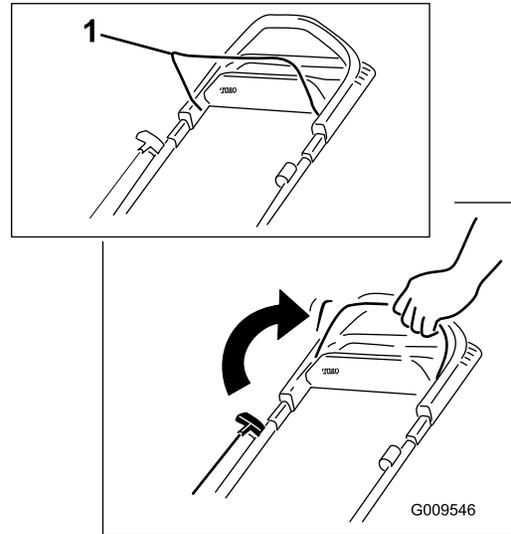

Figura 10
1. Sujete la barra de control de las cuchillas contra el manillar (Figura 10).